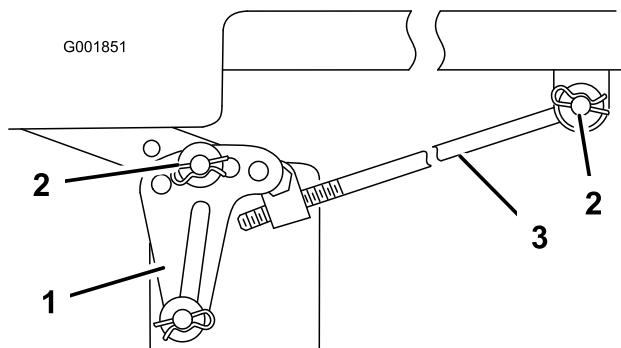

Bild 58
Hinweis: Merken Sie sich vor dem Entfernen des Mähwerks, welche Löcher in den Nivellierhalterungen verwendet werden (Bild 58).
5. Entfernen Sie den Splint und die Scheibe von der Einstellstange (Bild 58) an jeder Seite des Mähwerks.
6. Entfernen Sie den Splint und die Scheibe von den Mähwerk-Nivellierhalterungen (Bild 58). Merken Sie sich das Loch, in dem die Nivellierhalterung befestigt ist, für den Wiederzusammenbau. Schieben Sie die Bügel vom Montagestift herunter.
6. Befestigen Sie die Einstellstange an jeder Seite des Mähwerks mit der Scheibe und dem Splint an der Maschine (Bild 58).
7. Schieben Sie die Nivellierhalterungen auf die Befestigungsstifte und befestigen Sie die Halterungen mit den Scheiben und Splints ab (Bild 58).